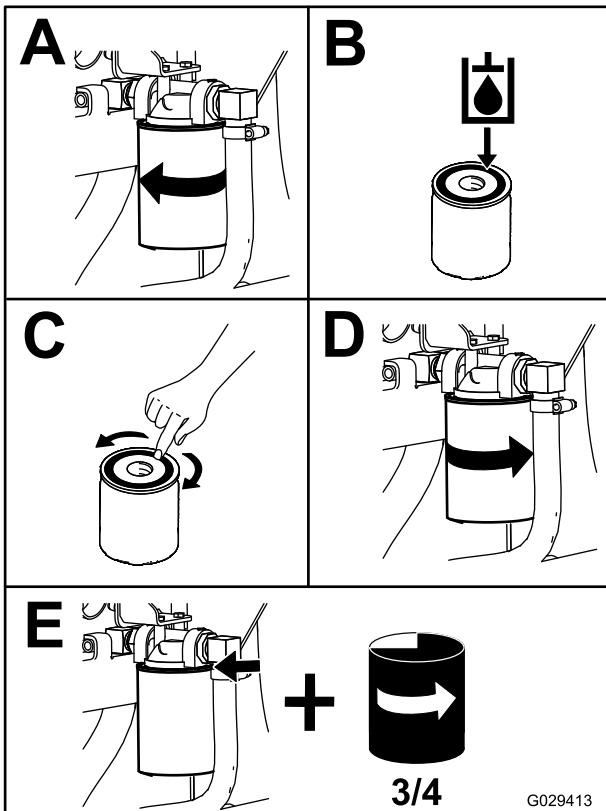

Figura 56
- Collocate una bacinella di spurgo sotto il filtro e sostituite il filtro (Figura 56).